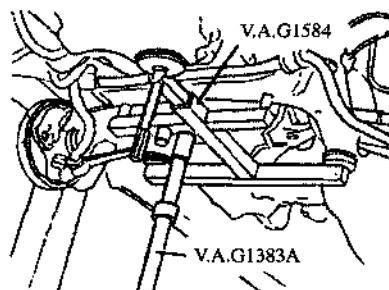

图 4.16 从变速器上拆下驱动轴
- ㉑ 用变速器千斤顶 V.A.G1383/V.A.G1383A 和装配支架 V.A.G1584 支承辅助支架，拆下辅助支架紧固螺栓，如图 4.16 所示，小心地降下辅助支架并使支架自由地吊着，从变速器上拆下驱动轴并夹紧。